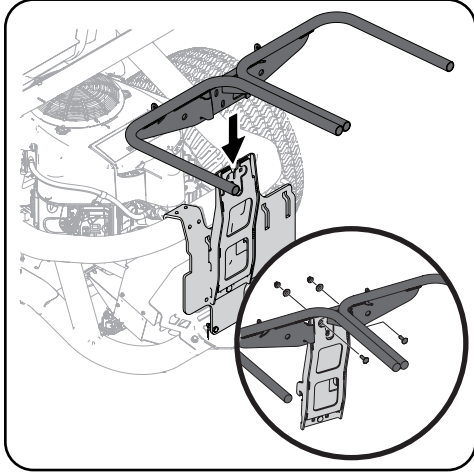

Figure 4-11
5. Installez le couvercle supérieur de l'ensacheuse en alignant les onglets du couvercle et en faisant glisser la broche de montage dans le canal, comme illustré à la Figure 4-11.